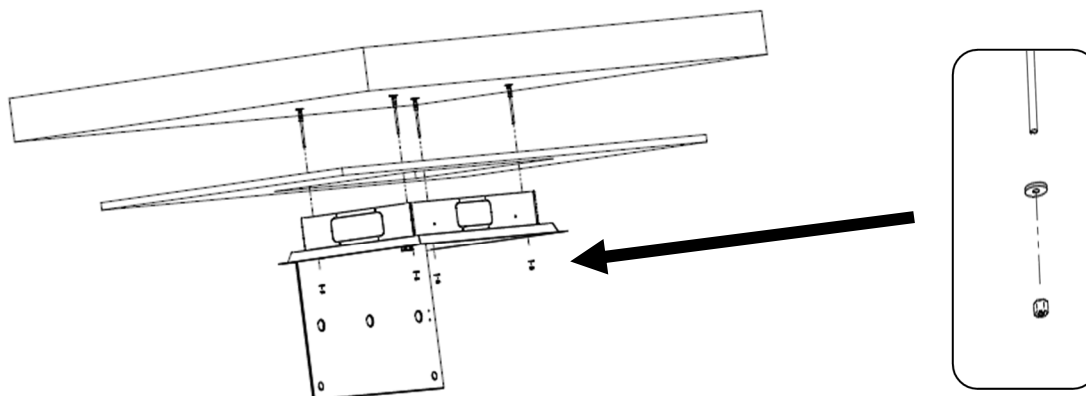

Fig. 5
- 8) Ziehen Sie die Muttern fest, bis der Edelstahlrahmen perfekt mit der Oberfläche der Zwischendecke kontrastiert (Abb. 5).